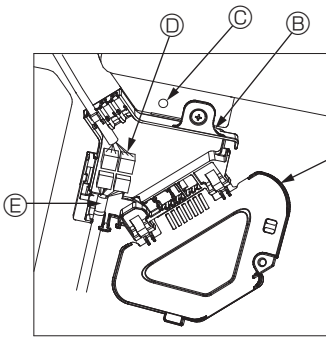

Fig. 10-8
- ① Rimuovere la vite di fissaggio del coperchio della scatola di connettori, quindi aprire il coperchio.
- ② Collegare in modo sicuro il connettore del cavo di giunzione del motore dei deflettori e il connettore del cavo del motore dei deflettori del pannello nella scatola dei connettori. (Fig. 10-8)